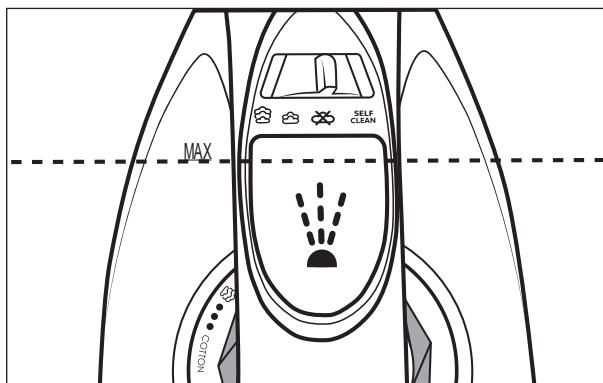

Fig. 1
- 3) Con il misurino **11** riempire il serbatoio dell'acqua **2** non oltre il segno **MAX** (vedere fig. 1).